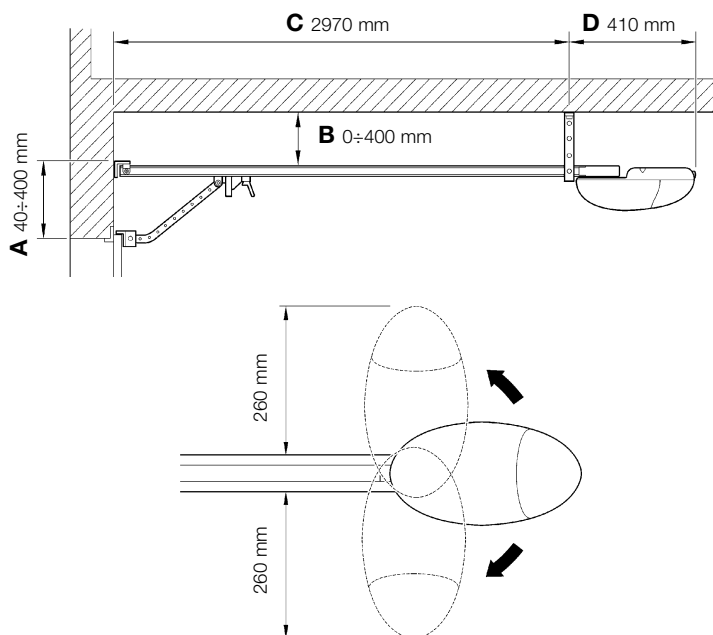
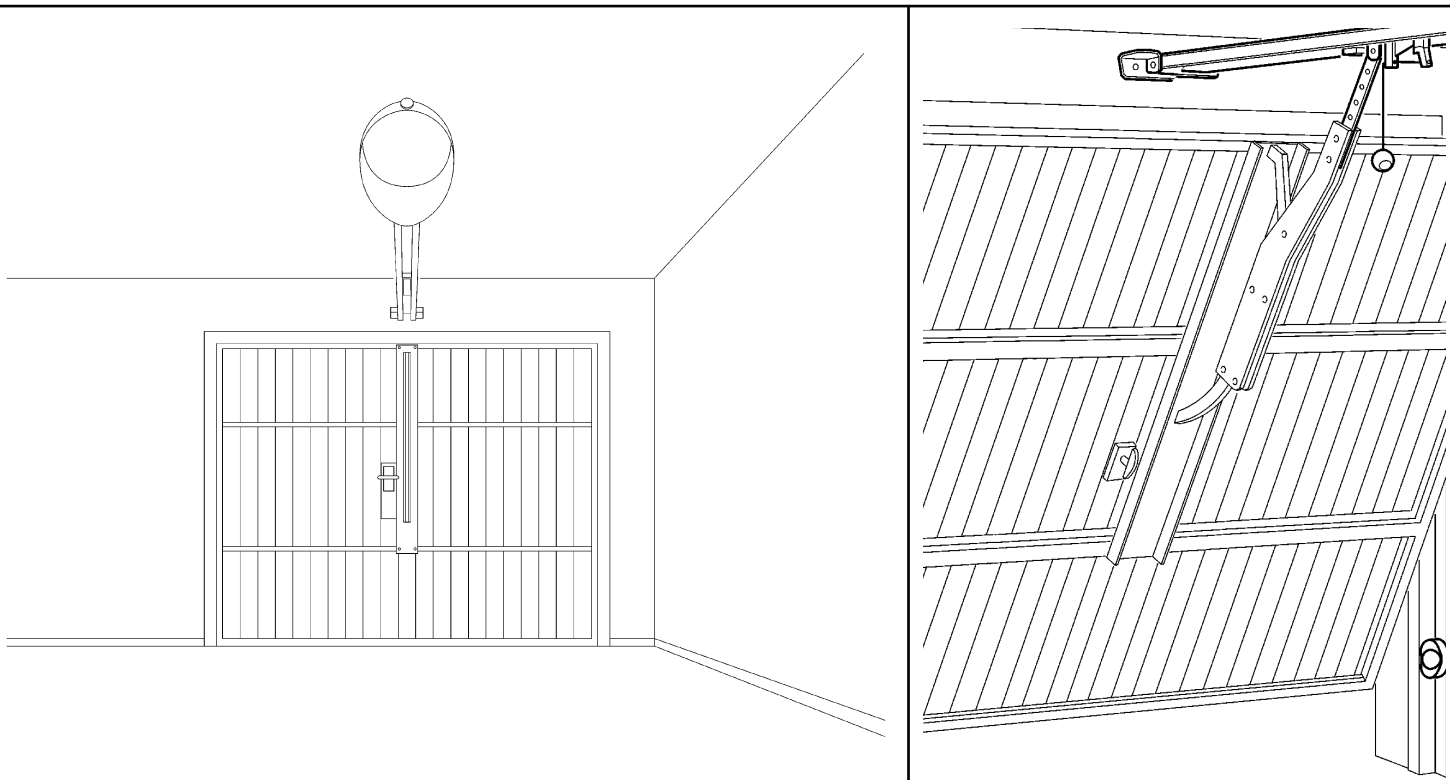
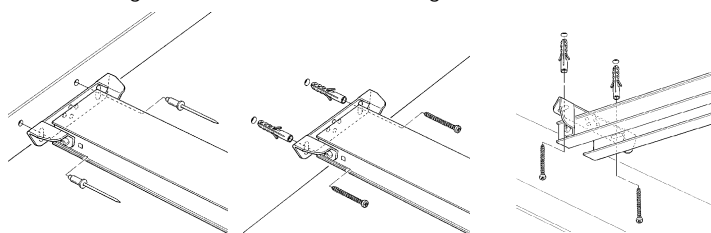

Abbildung 8
Abbildung 11
Abbildung 26
- Prüfen, dass die auf Abbildung 8 gezeigten minimalen und maximalen Räume vorhanden sind.
- Der Toröffner sollte möglichst in Tormitte befestigt werden, eine leichte Abweichung ist jedoch zulässig, zum Beispiel, um den SCHWENKARM neben dem Griff zu montieren (Abbildung 11).
Falls es sich bei dem Tor um ein Schwingtor mit Gegengewichten oder Federn handelt, muss der spezielle SCHWENKARM neben den Griff montiert werden (Abbildung 11).
1 Die Maße A, B und C in Abbildung 8 beachten und in der Tormitte (oder etwas daneben - siehe Abbildung 11) die beiden Punkte zur Befestigung des Vorderbügels der Führung markieren. Je nach Material kann der Vorderbügel mit Nieten, Dübeln oder Schrauben befestigt werden (Abbildung 26). Falls es die Maße A, B und C (Abbildung 8) zulassen, kann der Bügel direkt an der Decke befestigt werden.
3 Die Bügel [L] mit den Schrauben [M] und den Muttern [N] befestigen, dazu die Bohrung wählen, mit der das Maß (B) möglichst eingehalten werden kann (siehe Abbildung 8).